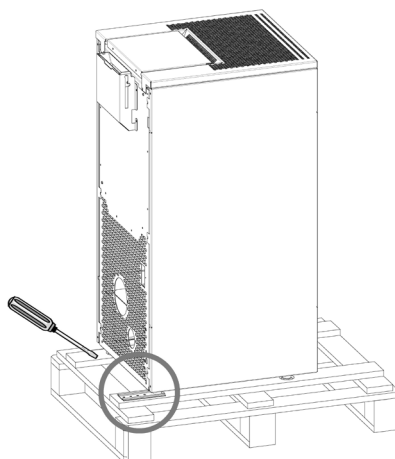

Fig. 1 - Αφαίρεση βραχιόνων
- Αφαίρεση των βραχιόνων που μπλοκάρουν τα πόδια της σόμπας (δείτε **Fig. 1**). Στη συνέχεια προχωρήστε με την αφαίρεση της σόμπας από τον πάγκο.